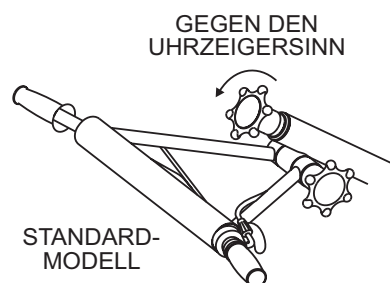
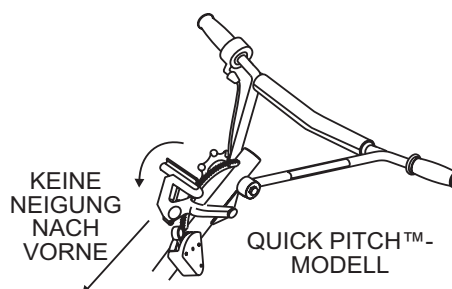

Abbildung 12. Position ohne Neigung (Standard)
Abbildung 13. Position ohne Neigung (Quick-Pitch™)
1. Das Abstandsregelungskabel zur maximalen Länge herausziehen. Dazu den Griff auf die Position „ohne Neigung“ stellen. Bei Standardmodellen, den Abstandsregler gegen den Uhrzeigersinn drehen (Abbildung 12). Beim Quick-Pitch™-Modell, den Neigungsbediengriff nach vorne oder in die Stellung „ohne Neigung“ schwenken (Abbildung 13).